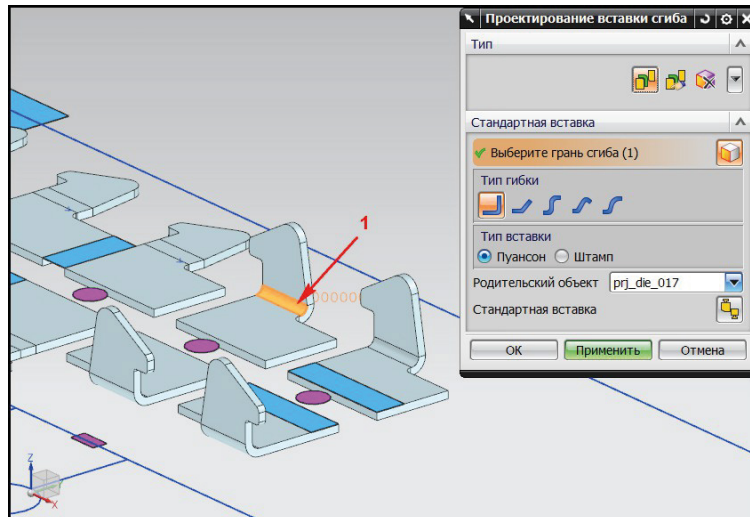

Рис. 9.4. Выбор первой грани для создания гибочного пуансона
5. Нажмите кнопку **Выберите грань сгиба** и укажите полуфабрикат на позиции 1 (рис. 9.4).